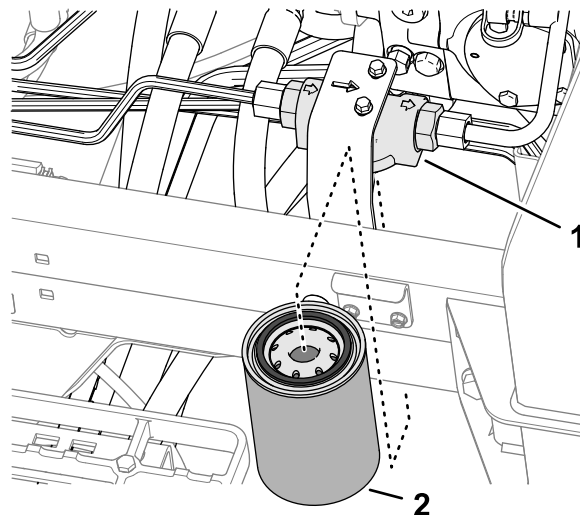

Рисунок 118
3. С левой стороны машины поставьте сливной поддон под фильтр линии нагнетания (Рисунок 118).